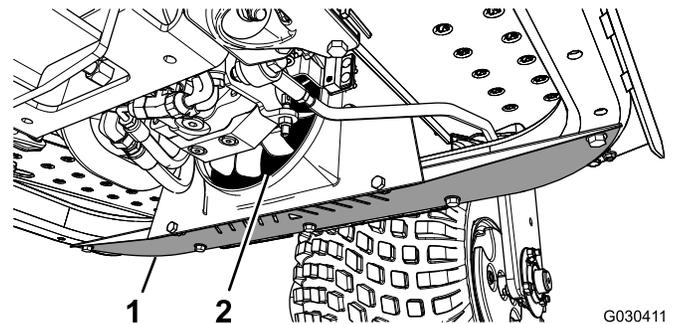

Bild 49
1. Entfernen Sie das untere Schutzblech (Bild 49).
2. Verwenden Sie eine Wand und blasen Sie komprimierte Luft in die Lüfterschaufeln (Bild 49), um das Material in der Richtung zu entfernen, in der es eingetreten ist.